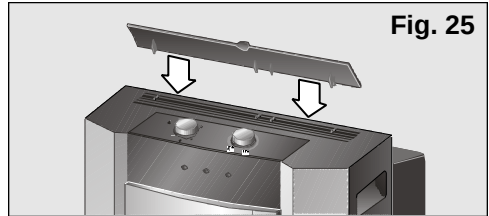

Fig. 25
- ☐ Lever l'orientateur d'air situé dans la partie supérieure de l'appareil. Sur les modèles **PA0630M**, cet orientateur d'air n'est pas monté sur l'appareil à l'acquisition. Voir **figures 25 et 26** dans la partie chauffage.
- ☐ Levez l'orientateur d'air situé dans la partie supérieure de l'appareil. Sur les modèles **PA0630M**, cet orientateur d'air n'est pas monté sur l'appareil à l'acquisition. Voir **figures 25 et 26** de la partie chauffage.